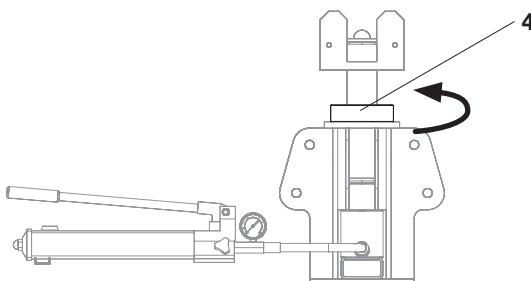

Fig. B1.13
4. Serrare il dado dell'albero di testa (4). (Fig. B1.13)